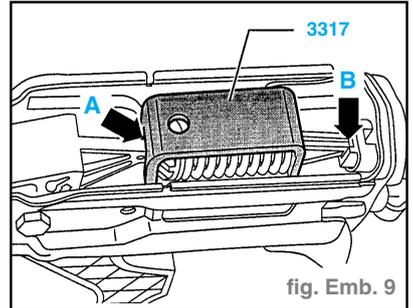

fig. Emb. 9
- Présenter d'abord le ressort du point mort haut dans le logement/ressort du point mort haut (B), puis enfoncer la pédale d'embrayage jusqu'à ce que le tourillon d'appui de la pédale d'embrayage (A) soit contre le ressort du point mort haut (fig. Emb. 9).